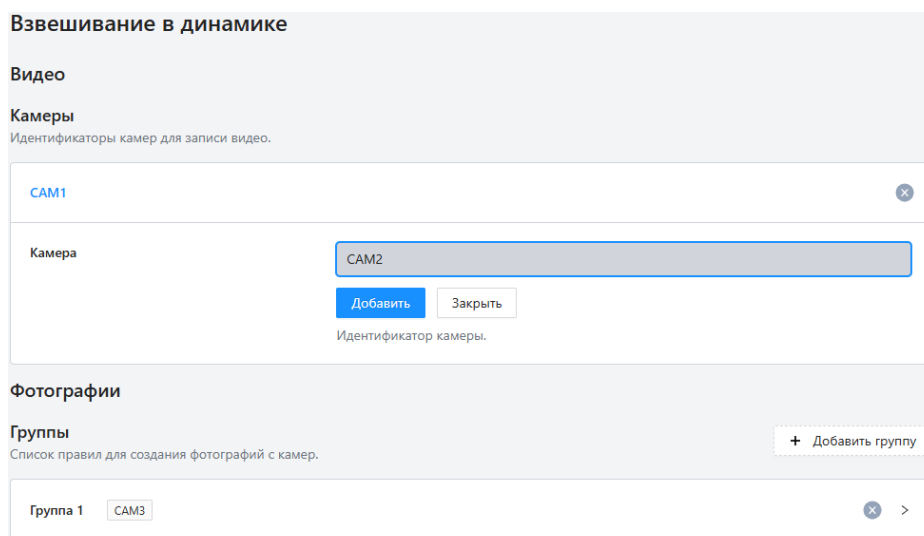

Рисунок 57 – Взвешивание в динамике. Добавление камеры
2.1 **Видео.** Для того, чтобы добавить камеру, нажмите на кнопку «Добавить камеру» в нижней части страницы. В открывшемся окне (Рисунок 57) введите идентификатор камеры и нажмите кнопку «Добавить». После добавления необходимых камер нажмите кнопку «Закреть».